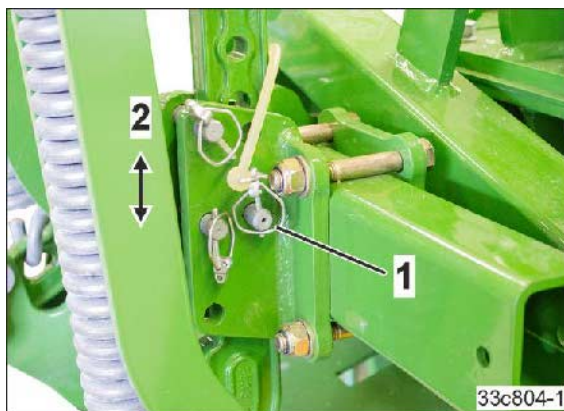

Fig. 148
Sett sporløseren vertikalt i ønsket arbeidsdybde (Fig. 148/2) og sikre festebolten (Fig. 148/1) med en låsesplint.
For å unngå skader må maskinen ikke parkeres på sporeløseren. Fest sporeløseren i øverste posisjon (se Fig. 148) med grepet.
1. Fjern låsesplinten (Fig. 148/1).
4. Fest sporeløseren i øverste posisjon (Fig. 148/2) med grepet
5. Sikre sikringsbolten med låsesplint (Fig. 148/1).